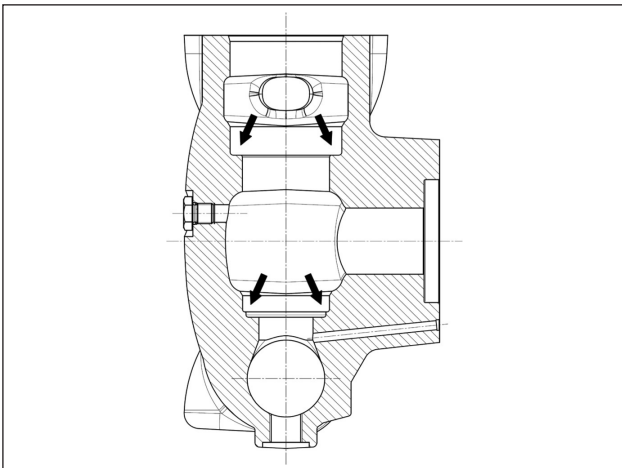

Fig. 107
Avant de replacer les groupes de la soupape, nettoyer et essuyer à fond les logements correspondants situés dans la tête et indiqués par les flèches (rep. ①, Fig. 107).